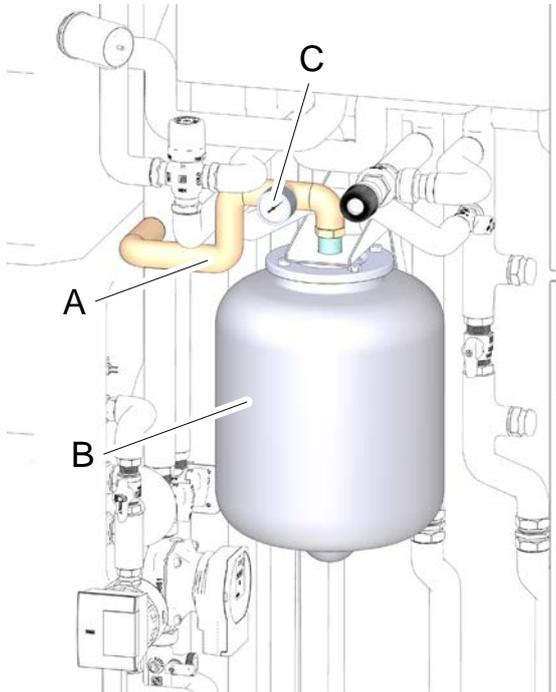

fig. 55 -
- tubazione cod. 3841T340 (part. A "fig. 55 -")
- vaso di espansione solare 18 litri (part. B "fig. 55 -") avendo cura di bloccarlo con una ghiera sulla staffa di supporto
- idrometro (part. C "fig. 55 -")